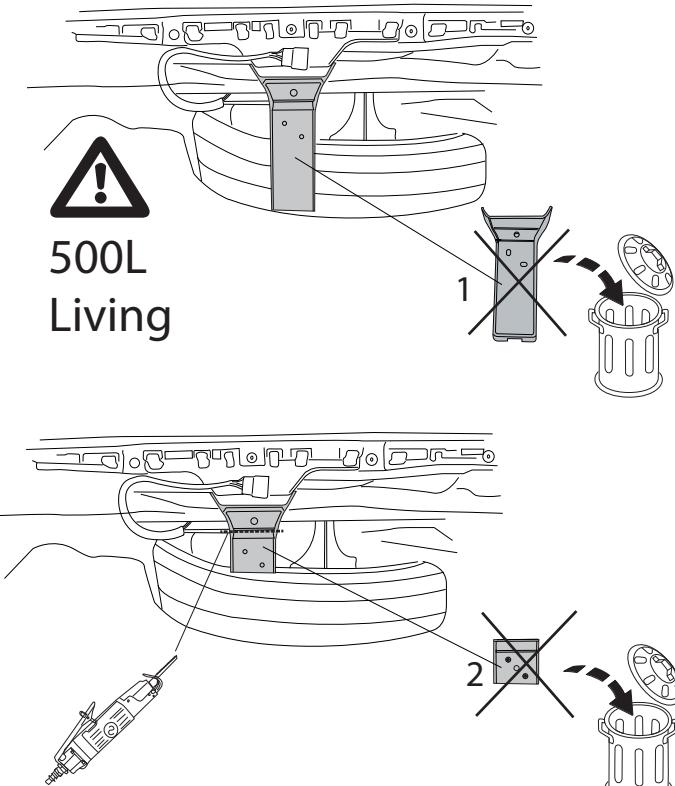

Fig. 3
3. Отпилить обозначенные части, как указано на рис. 3.